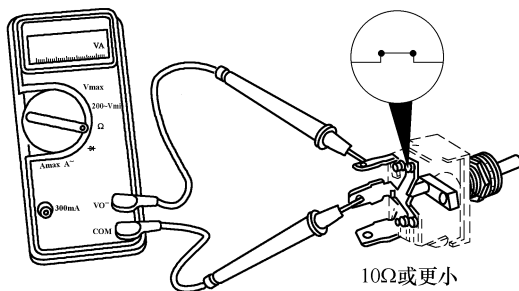

图 5-201 测量中间和上部开关端子间的电阻
② 测量开关的中间端子与巡航控制/PTO 恢复/加速开关信号端子间的电阻(图 5-201)，万用表应显示闭路，电阻小于 10Ω 。